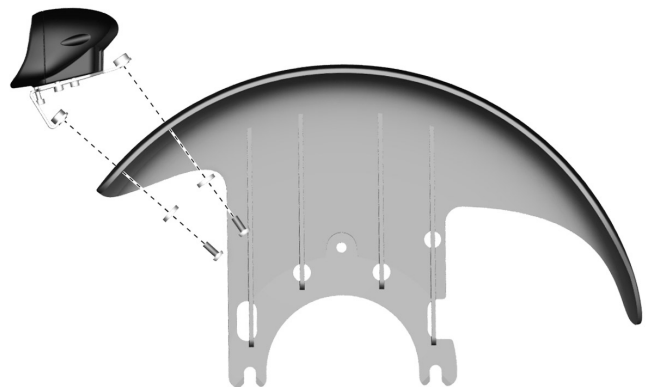

Abbildung 136. Frontleuchte. Sie ist von unten mit zwei Schrauben befestigt.
4. Frontleuchte abmontieren. Sie ist von unten mit zwei Schrauben befestigt. Siehe Abbildung. 136.
1. Montieren Sie die Frontleuchte von der Unterseite mit den zwei Schrauben. Siehe Abbildung. 136.